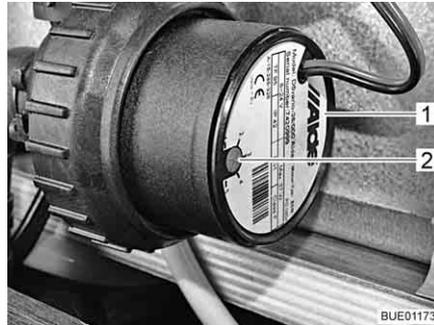

Bild 181 Drehzahlreduzierung
Mit dem Drehregler (Bild 181,2) kann die Drehzahl der Umwälzpumpe eingestellt werden. Bei reduzierter Drehzahl verringern sich die Laufgeräusche der Pumpe.
Der Drehregler befindet sich an der Umwälzpumpe (Bild 181,1).
- Den Drehregler (Bild 181,2) gegen den Uhrzeigersinn drehen. Die Leistung ist verringert.